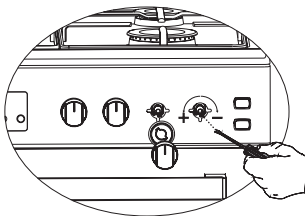

Figura 6
5. Pentru ultimul control, aduceți arzătorul atât în poziția de flacăra mare cât și în poziția redusă și verificați dacă flacăra este aprinsă sau oprită. În funcție de tipul de robinet de gaz utilizat în aparatul dvs., poziția șurubului de reglare poate varia. Pentru a regla cuptorul la tipul de gaz, efectuați cu atenție reglarea pentru flacăra redusă rotind cu o șurubelniță mică, așa cum se arată mai jos pe șurubul din mijlocul robinetelor de gaz, precum și schimbarea duzei. (Figura 6 și 7)